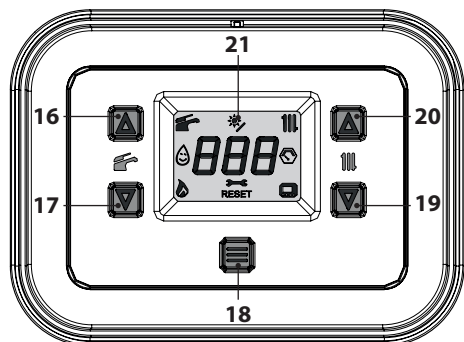
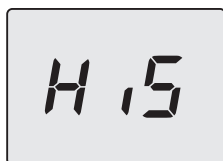
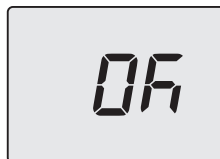
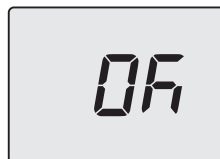

Figura 5.40
Figura 5.41
Figura 5.45
Figura 5.48
- Entrare in "modalità programmazione" premendo contemporaneamente per 5 secondi i tasti 17 e 19 (Figura 5.40) fino a far apparire sul display LCD le lettere **HiS** che indicano il menu "Storico delle caldaia" (Figura 5.41).
- Premere per 1 sec. il tasto 18 (Figura 5.40) per entrare nel parametro selezionato. Il display visualizzerà quanto segue (Figura 5.44).
- Premendo il tasto 18 (Figura 5.40) si ottiene la conferma del valore inserito. Il display visualizzerà per 5 sec. quanto segue (Figura 5.45) poi, si porterà al livello superiore.
- Premendo contemporaneamente i tasti 17 e 19 (Figura 5.40) si esce senza modificare il valore (ritorno al livello precedente).
- tenere premuti contemporaneamente i tasti 17 e 19 per 5 sec. (Figura 5.40) (ritorno al livello precedente).
- Premere per 1 sec. il tasto 18 (Figura 5.40) per entrare nel parametro selezionato. Il display visualizzerà quanto segue (Figura 5.47).
- Premendo il tasto 18 (Figura 5.40) si ottiene la conferma del valore inserito. Il display visualizzerà per 5 sec. quanto segue (Figura 5.48) poi, si porterà al livello superiore.